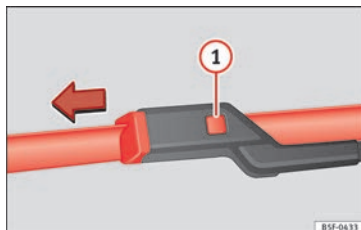

Bild 89 Byta torkarblad på vindrutetorkarna.
- Tryck ner låsfliken **1** » **bild 89**.